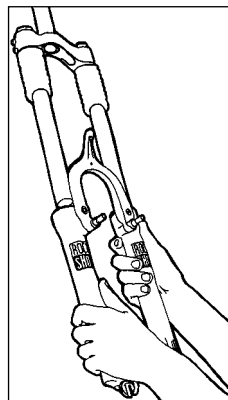

Fig. 6
4. Sfilare il gruppo del monoblocco dei cilindri inferiori, e rimuovere i parapolvere della forcella (vedi fig. 6).